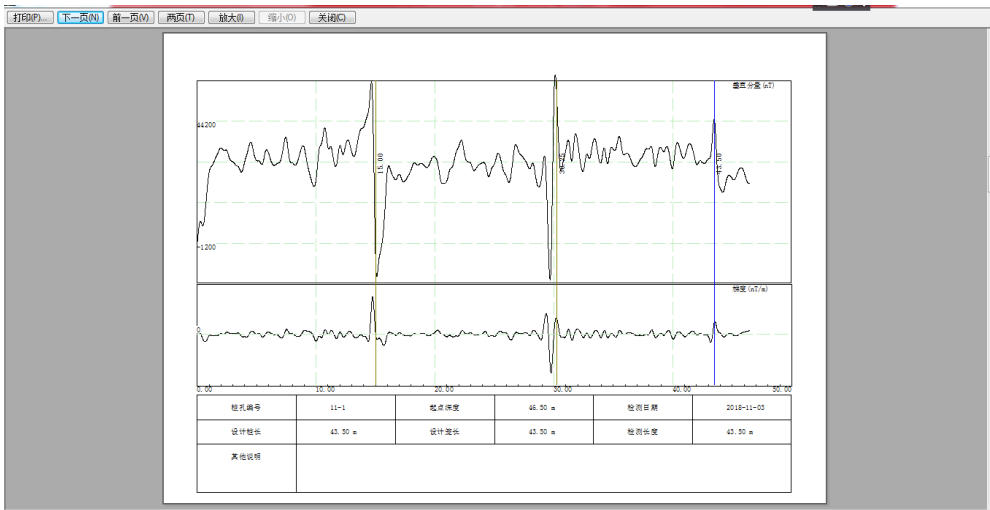

图 3-21 打印预览界面
① 打印设置信息编辑：根据实际情况输入或更改该桩所在项目名称、工地名称、桩号、检测深度、设计笼长、设计桩长、时间等信息，修改完毕后一定要点击保存。
② 桩数据分析：根据实际需要进行平滑处理，判定底部深度以及各级接头所在位置。
③ 对桩所在文件下的所有桩号进行第一、第二步操作，
④ 打印设置，选择需要打印的文件以及打印类型，点击确定。注意，打印文件选择不能为空，否则不能进行打印预览。
⑤ 打印预览，查看打印文件是否复符合要求，打印预览界面如图 3-21 所示。